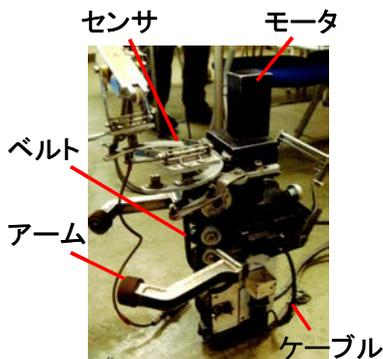

図1 有線式配管検査装置の外観
実際の現場で使用されている検査装置を図1に示す。検査装置は配管を2つのアームで挟み、ベルトの摩擦力で配管上を走行する。検査装置上部の円弧状ホルダにセンサを取り付け、一走行当たり半周分(180deg)を検査する。この装置の課題は①装置全体の質量が大きい②ケーブル質量が大きい③全周の検査が1度でできない。これらを解決するため、昨年度、我々は配管を自在に移動できる駆動機構を提案し、ロボットの開発をスタートした。その結果、①傾斜角度10deg以上を走行できない②位置情報を確認できない③遠隔制御が不安定という3つの課題があげられた。